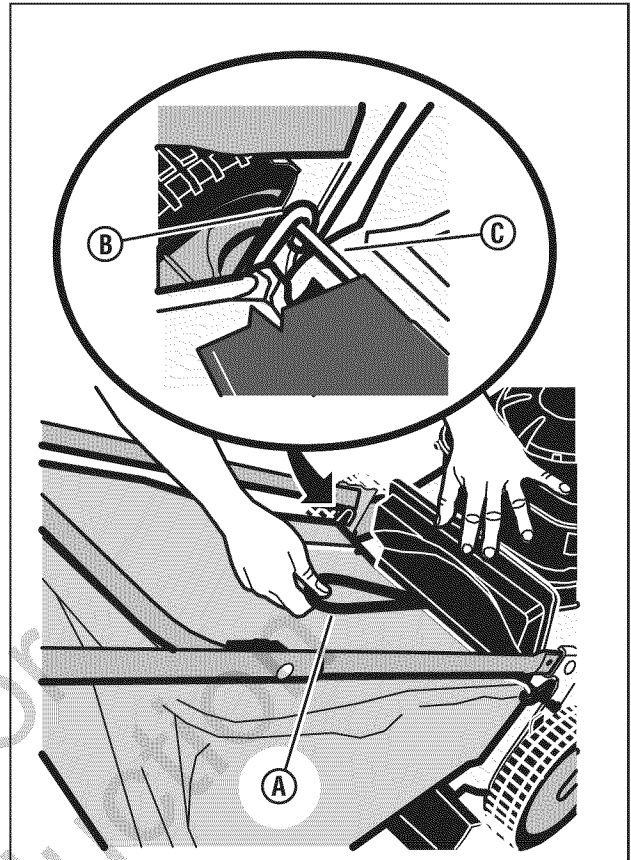

Figura 10: Instalación de la bolsa de césped
3. Agarrando el mango de la bolsa para hierba (**A**, **Figura 10**), instale la bolsa para hierba en el cortacésped asegurándose de que los ganchos de la bolsa (**B**) estén enganchados en la varilla del eje de la puerta posterior (**C**).